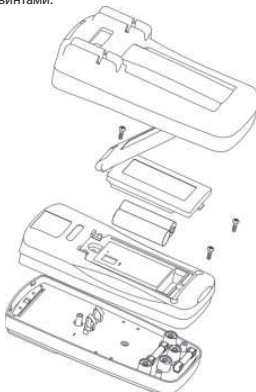

Рис. 13
8. Замена батареи и предохранителей (рис. 13)